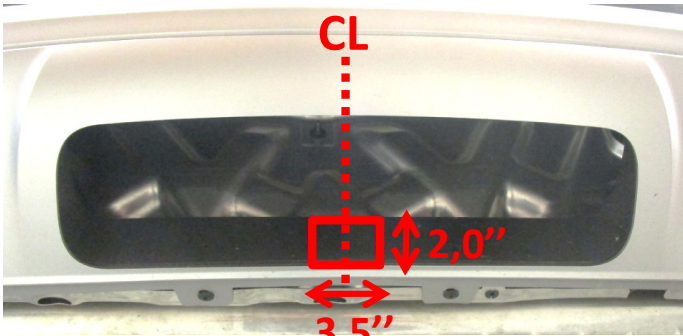

Figure 4
- 5. Découper le carénage** – À l'aide d'un ruban et d'un couteau utilitaire, découper une encoche dans la partie inférieure du carénage comme illustré à la **Figure 4**. NE PAS couper le câblage derrière le carénage inférieur central.